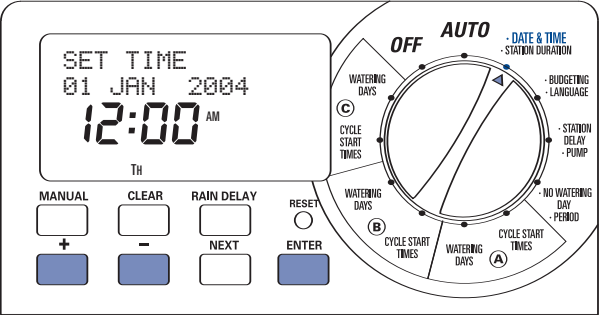

Figura 4: impostazione dell'ora sul display LCD
- Spostare il selettore in posizione DATE & TIME. (Data e ora) [vedere la Figura 4]